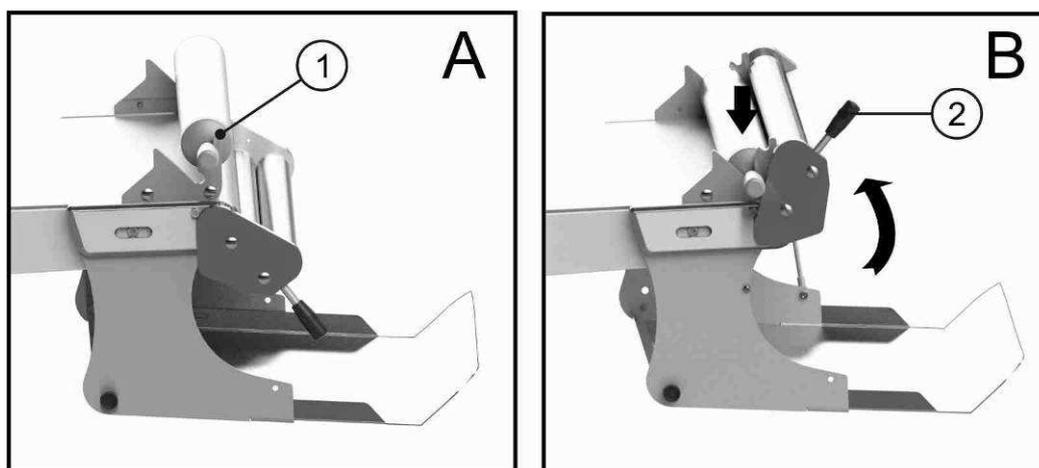

Рисунок 15
Это устройство является стандартным для модели R65AX (автоматическая версия). Это устройство является дополнительным в полуавтоматической версии для модели R65S и в автоматической версии для модели R65A. Запрашивайте во время покупки оборудования. Во время процесса раскатки теста наматывающее устройство должно оставаться в нерабочей позиции А (согласно Рисунок 15) со скалкой, находящейся на специальном креплении из. 1.
- Поверните наматывающее устройство вверх в рабочую позицию, используя ручку из. 2 Рисунок 15 и скалка упадёт на крепление на рабочем столе, в рабочую позицию
- После окончания намотки теста, необходимо остановить работу оборудования и поместить наматывающее устройство в изначальное положение А (смотрите Рисунок 15)